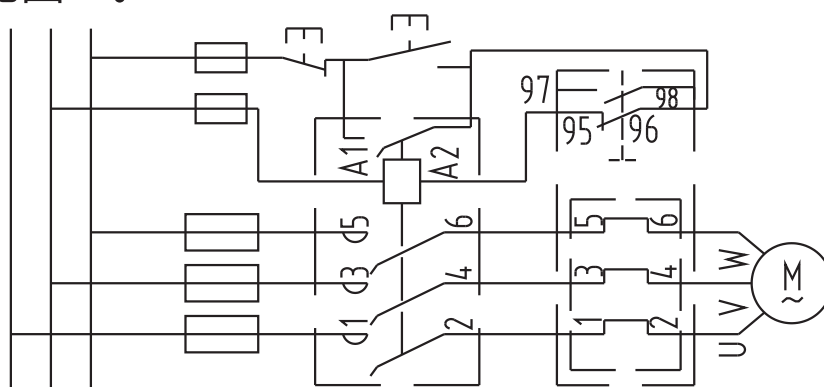

图11 基本工作原理图
5.4、对于保护不同功能的电动机，其接线方法亦有所不同，其基本工作原理图见图11。